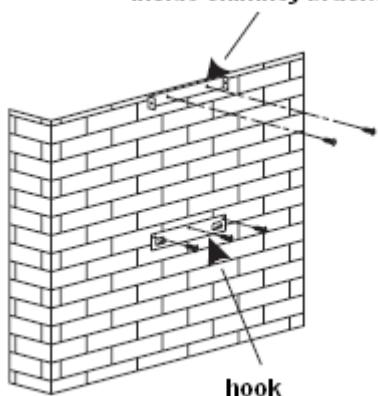

fig. 2
- Tracez sur le mur les 3 trous que vous devez percer en utilisant le crochet de suspension de la hotte fourni et en respectant la distance conseillée (fig. 2).
- Fixez le support de fixation de la hotte en veillant à ce qu'il soit parfaitement de niveau (fig. 2).
- Calculez la hauteur finale pour fixer l'étrier en U de support de la cheminée (fig. 2).
- Percez les 2 trous de 8mm et fixez l'étrier de support de la cheminée en faisant attention qu'il soit bien dans l'axe de la hotte (fig. 2).